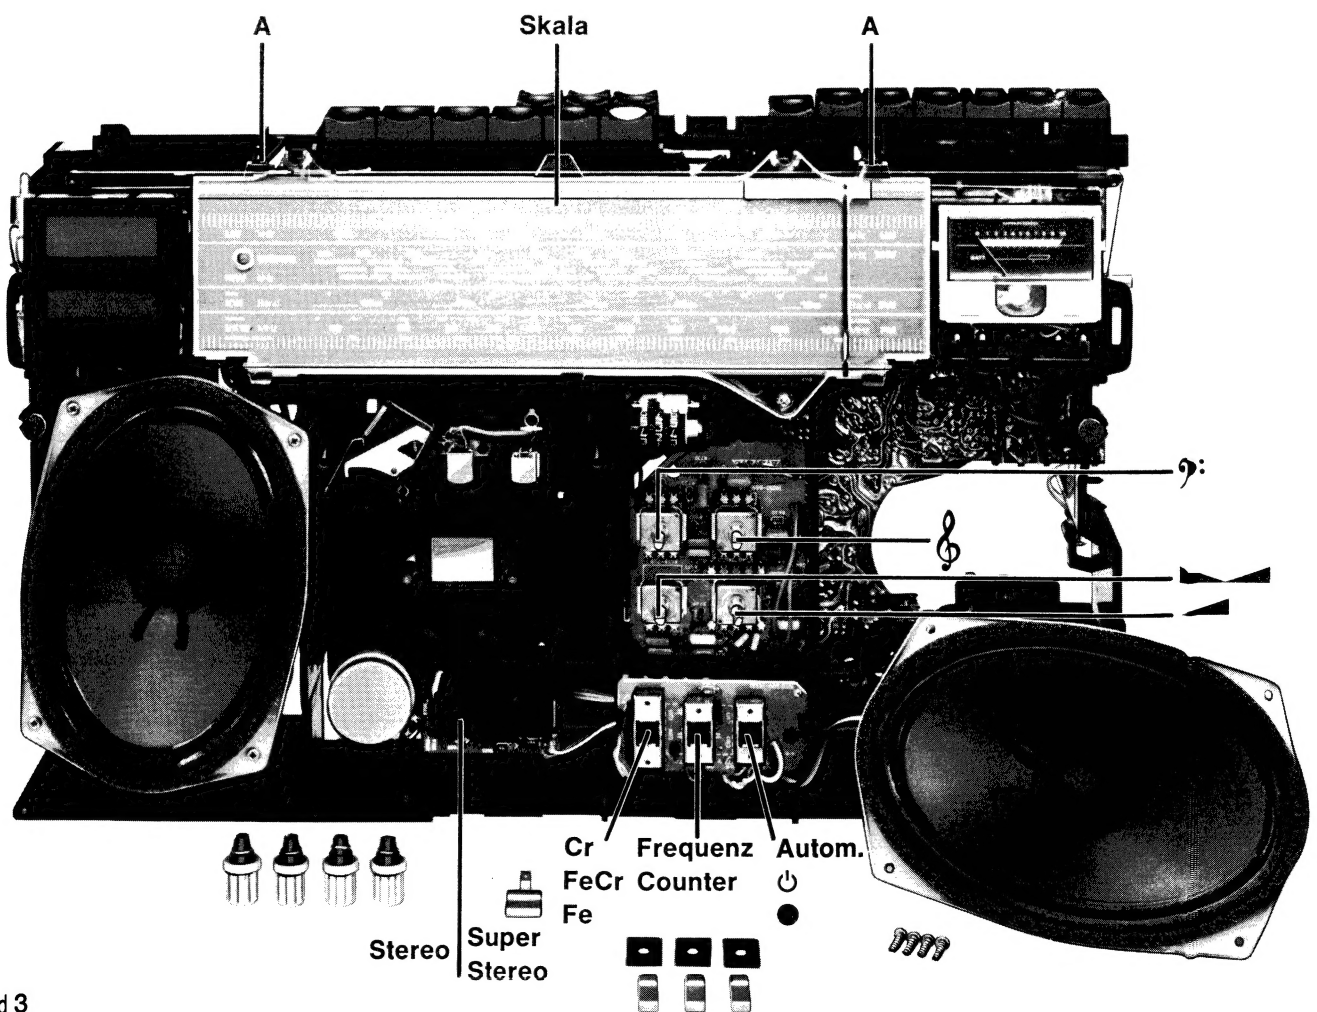

Bild 3
- Sämtliche Knöpfe, einschließlich der Kipphebel und den Senderwahlknopf abziehen [Bild 3].
2.3 Ausbau der Skala [Bild 3, 4]
- Skalseil auf die Rastnasen **A** heben [Bild 3].